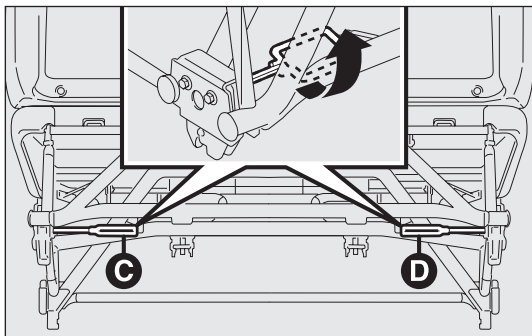

рис. 36
- когда сиденье в сложенном положении, поверните рычаги С и D – рис. 36 вперед (как указано на клейкой этикетке, закрепленной на нижней поперечине);